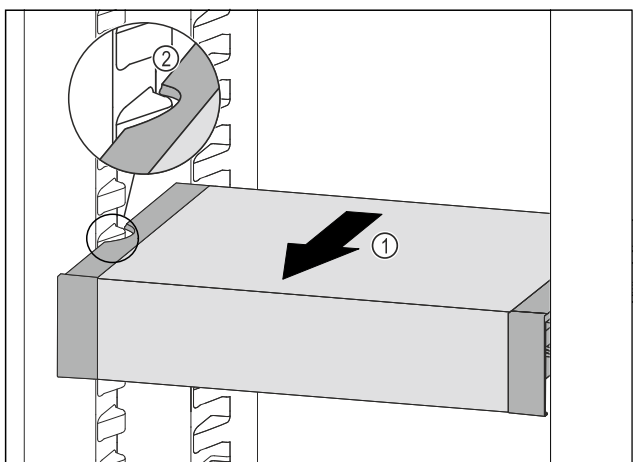

Fig. 116
- ▶ Træk VarioSafe fremefter Fig. 116 (1), indtil udsparingerne i siden på VarioSafe er på niveau med beholderribben i kølesektionen. Fig. 116 (2)